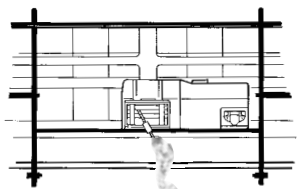

Figure 4
7. NE TREUILLEZ JAMAIS AVEC MOINS DE 5 TOURS de câble AUTOUR DU TAMBOUR DU TREUIL puisque le câble et l'attache NE résisteront PAS à la charge. SERVEZ-VOUS TOUJOURS DE LA BARRE PROTÈGE-MAINS pour guider l'enroulement ou le déroulement du câble (Voir Fig. 4).